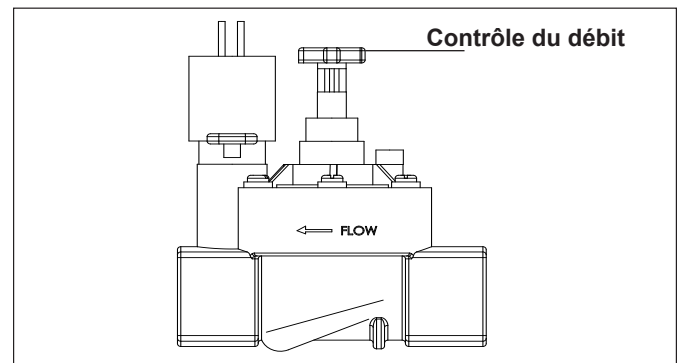

Figure 10. Régulateur de débit de vanne
3. Tournez le bouton de réglage du débit (+) en haut de la vanne (voir la figure 10) pour régler le débit selon vos spécifications.